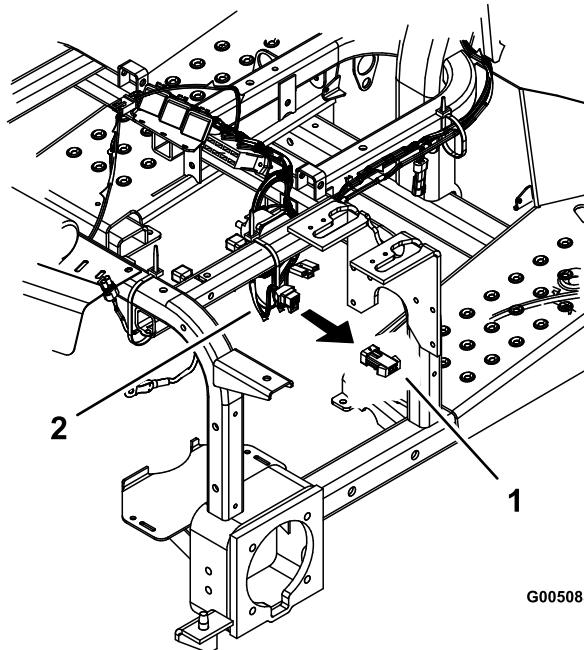

Figura 34
- Staccate il ponticello dal cablaggio principale sotto il pannello di controllo (Figura 34).